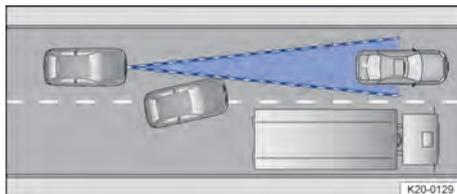

Fig. 99 Mudança de faixa.
- Veículos que mudam para a faixa própria diretamente na frente do próprio veículo → Fig. 99.